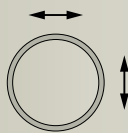

Figure 26
- Plus le bouchon en béton est correctement ajusté par rapport à l'axe longitudinal et transversal, plus les éléments seront discrets dans l'aspect général (Fig. 26).